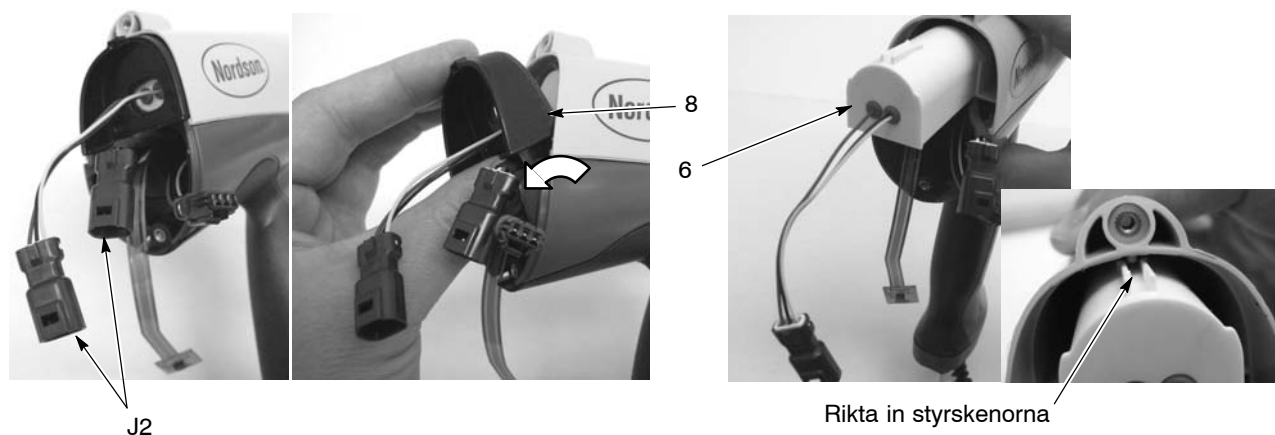

Bild 5-2 Byte av spänningsaggregat
2. Se bild 5-2. Stick in en liten skruvmejsel i försänkningen i kontakten J2 för pistolkabel/spänningsaggregat så att spärren släpper och koppla loss kontaktdelarna.
3. Drag i ovandelen av pistolkroppens kåpa (8) för att ta av den från pistolen.
4. Skjut ut spänningsaggregatet (6) ur pistolkroppen och drag ut spänningsaggregatets kablar och kontakt ur kåpan.
12. Se bild 5-2. Om man tog av spänningsaggregatet, skjut in det i det övre hålrummet i pistolkroppen, och genom att passa in styrskenan i pistolkroppen mot de motsvarande i spänningsaggregatet.